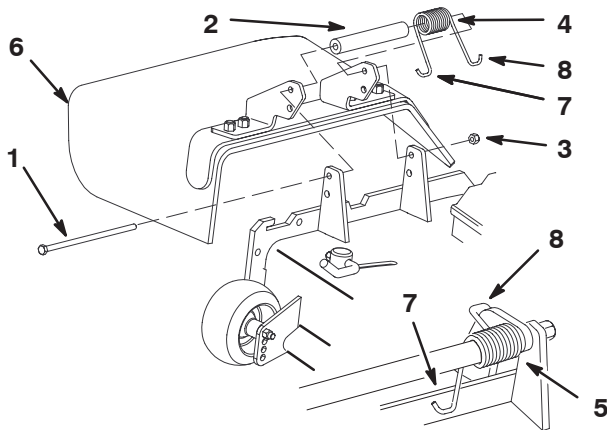

Bild 1
1. Legen Sie das Distanzstück und die Feder zwischen die Ablenkblechhalterungen (Bild 1). Positionieren Sie das linke Hakenende der Feder hinter der Kante des Mähwerks.
Hinweis: Stellen Sie sicher, dass sich das linke Hakenende der Feder hinter der Mähwerkkannte befindet, bevor Sie die Schraube einführen, siehe Bild 1.
2. Setzen Sie die Schraube und Mutter ein. Legen Sie das rechte Hakenende der Feder um das Ablenkblech (Bild 1).